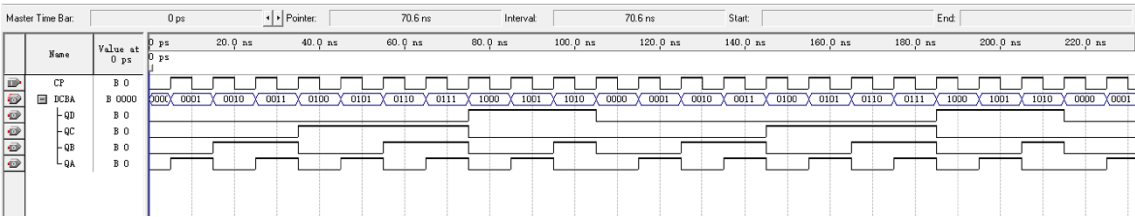

图 2 用 Quartus II 进行的波形时序仿真
(1) 实验步骤
① 在 Quartus II 中，使用数据选择器 74LS151 和计数器 74LS161，构成二进制序列 **01100111** 发生器，其逻辑电路图如图 2 所示。